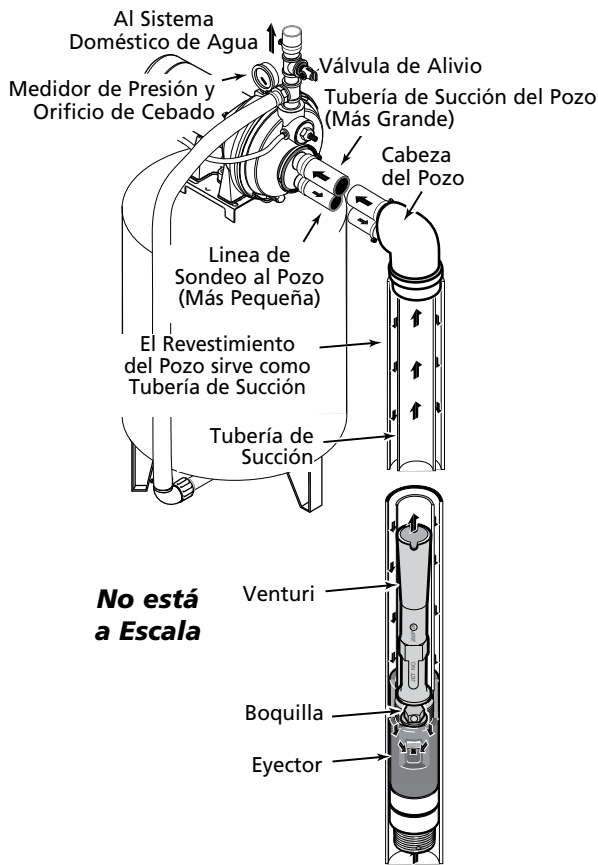

Figura 9 – 2 pulg. (Tubo Sencillo) Pozo Profundo
De un pozo nuevo profundo pozo de 2” (Figura 9)
2. Arme el paquete de eyector Berkeley modelo BK4840 (se vende por separado), la tubería del pozo y el adaptador de la cabeza del pozo siguiendo las instrucciones incluidas en el kit de eyector (Vea la Figura 9). Utilice tubo galvanizado de caída con juntas invertidas para lograr un flujo adecuado. Siga las instrucciones incluidas en el kit para ajustar la boquilla y el venturi a las condiciones de su pozo.